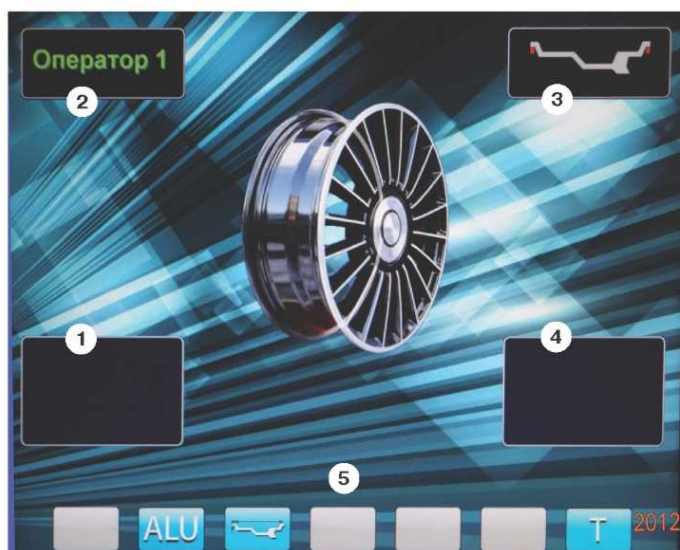

рис.8.2.
8.3. После включения питания СБ на экране монитора отображается фирменная заставка, которая через несколько секунд сменяется отображением экрана основного рабочего режима (рис. 8.2).
Для выбора схем расположения грузов в программах «ALU1-ALU5» необходимо, находясь в режиме основного рабочего экрана, нажать кнопку «ALU», при этом открывается окно схем установки грузов, отмеченных номерами рис.11.3. Если после введения размеров колеса установился экран ввода геометрических параметров, необходимо перейти в экран основного рабочего режима нажатием кнопки «STOP». Для выбора нужной схемы нажмите кнопку верхнего ряда клавиатуры с соответствующим номером. Выбранная схема установки грузов отображается в окне 3 экрана основного рабочего режима (рис. 8.2).
12.2. При включении СБ программа измерения дисбаланса настраивается таким образом, что дисбаланс менее 5г (заводская установка) на любой плоскости коррекции не показывается, в этом случае в окнах 1 и 4 (рис. 8.2) высвечиваются «OK». Минимальный дисбаланс, отображающийся в окнах 1 и 4, равен 5г. Дисбаланс, превышающий 5г, округляется до величины кратной 5, т. е. дисбаланс 9, 10, 11 и 12 г отображается цифрой 10, дисбаланс 13, 14, 15, 16 и 17 г - цифрой 15 и т. д. Для просмотра неокругленного значения дисбаланса или дисбаланса менее 8г. необходимо нажать кнопку «<<», при этом в окнах 1 и 4 на 2-3 сек высвечиваются фактические значения дисбаланса, определенные в данном запуске.
12.3.4. Для проверки результатов балансировки снова запустите СБ. Если колесо отбалансировано правильно, на индикаторах 1 и 4 (рис. 8.2.) отображаются символы «ОК».